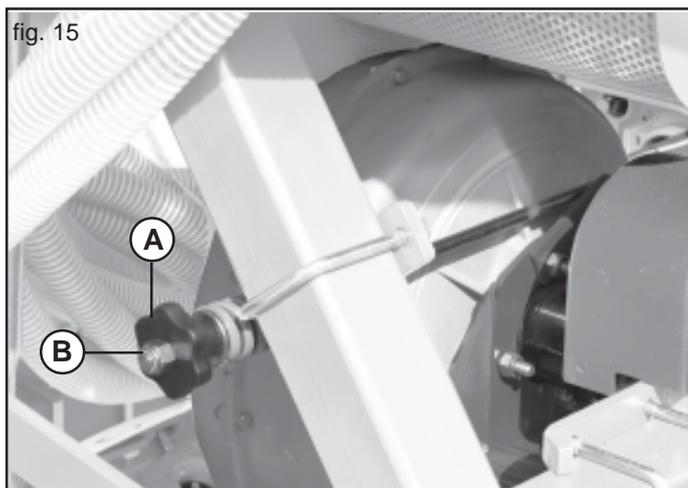
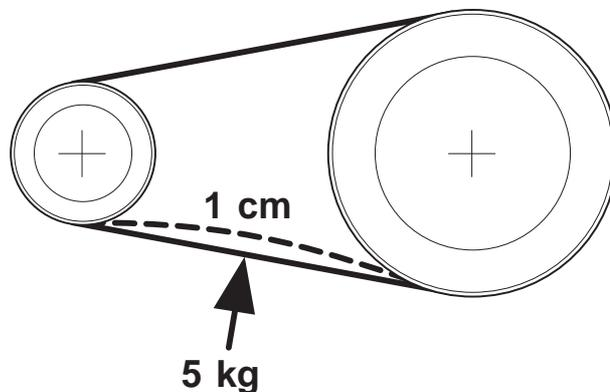

fig. 15
fig. 16
- 2) Riemenspannung mit dem Handrad "A" (Fig. 15) einstellen. Im mittleren Abschnitt zwischen den beiden Riemenscheiben mit einer Kraft von 5 kg auf den Riemen drücken. Der einzelnen Riemen muß sich um 1 cm (max.) eindrücken lassen (Abb. 16).
Zum Riemenwechsel Riemen komplett durch Loesen von Handrad A (Fig. 15) entspannen.
Achtung: Nie die Stopmutter "B" (Fig. 15) entfernen!